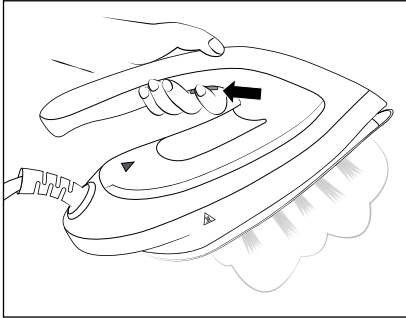

Abb. 5
- 2) Nehmen Sie das Dampfbügeleisen **1** von der Abstellfläche **17** und drücken Sie beim Bügeln die Dampfstoßtaste  **2** (siehe Abb. 5). Aus den Dampfaustrittsöffnungen in der Bügelsohle **4** tritt Dampf aus.